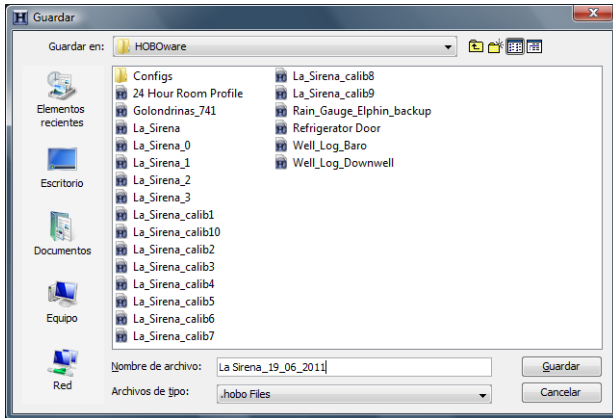

Figura 5. Ventana para guardar los datos transferidos
6.5 Aparecerá la ventana para guardar los datos. Ver figura 5. Para guardar los datos escriba el nombre del acueducto y la fecha del día en que está bajando los datos (AA/MM/DD). Ejemplo La_Sirena_2011_05_09.